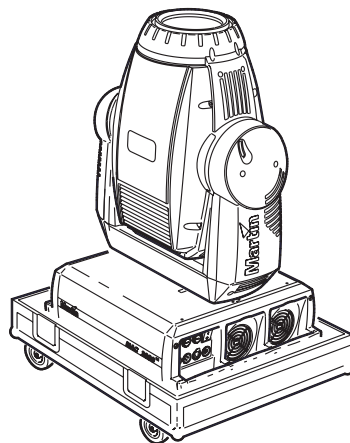

Bild 2: Einzelflightcase: Transportstellung
- 2 Verriegeln Sie die Transportsicherungen, wie in Bild 2 dargestellt.